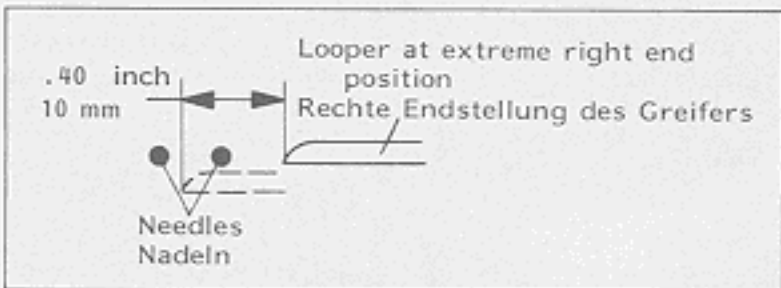

Fig.67B
5. Rotate the pulley counterclockwise until the looper has moved 10 mm (.400 in.) from right to left (Fig. 67B).
5. Drehen Sie das Handrad im Gegenuhrzeigersinn, bis sich der Greifer 10 mm von rechts nach links bewegt hat (Fig. 67B).